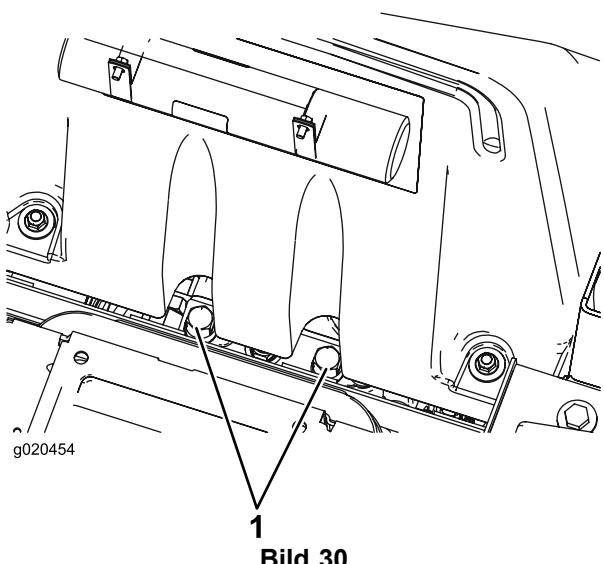

Bild 30
- Klappen Sie den Sitz hoch und ermitteln Sie die Sicherheitsventile, die sich unter der Vorderseite des Kraftstofftanks befinden (Bild 30).